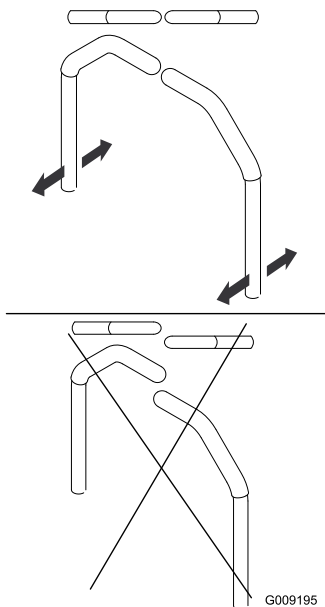

Figura 84
4. Ajuste la posición delante/detrás de las palancas acercándolas a la posición de punto muerto y deslizándolas hasta que queden alineadas, y luego apriete los pernos (Figura 84).